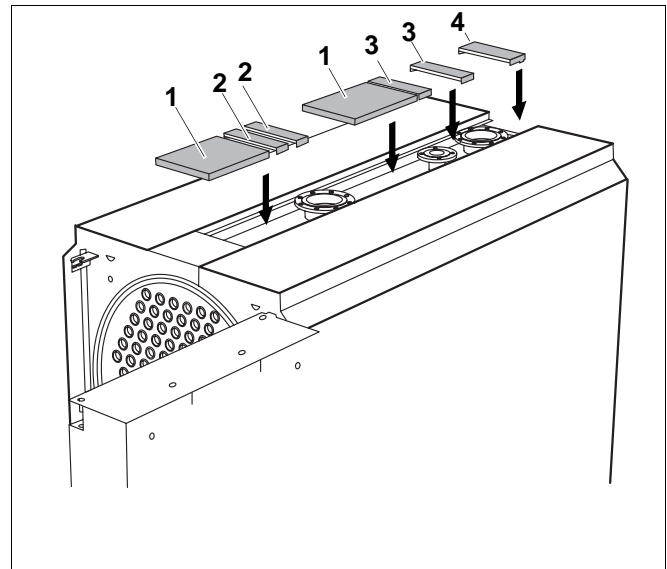
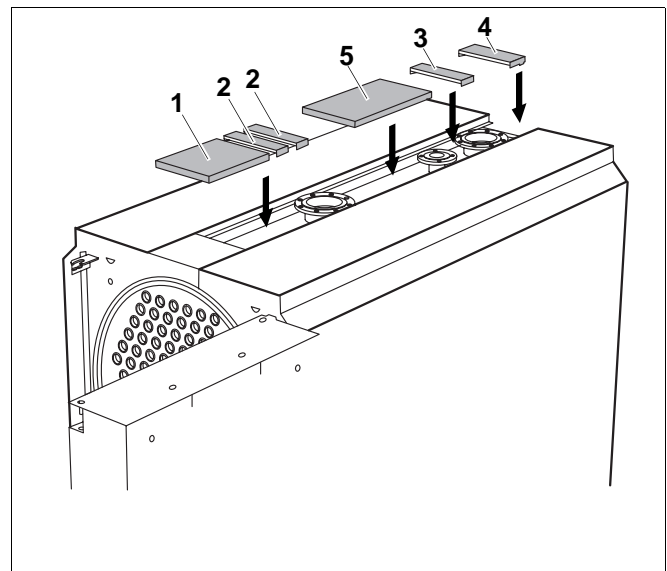

Abb. 4 Montage Haubenfüllteile (Größe 1070/1320)
Abb. 5 Montage Haubenfüllteile (Größe 1600)
- Lagerwinkel der oberen und unteren Türscharnierung an der Anschlagseite montieren. (Siehe Montage- und Wartungsanweisung Logano S 725, Abb. 5).
Bei Montage- und Wartungsanweisung Logano S 725 Kap. 5.5 (Montage der Haubenfüllteile) beachten: Die Haubenteile aus Verkleidung Pack B und Pack C entsprechend Abb. 4 und Abb. 5 einlegen.
Legende für Abb. 4 und Abb. 5: Länge des Haubenfüllteils in [mm].